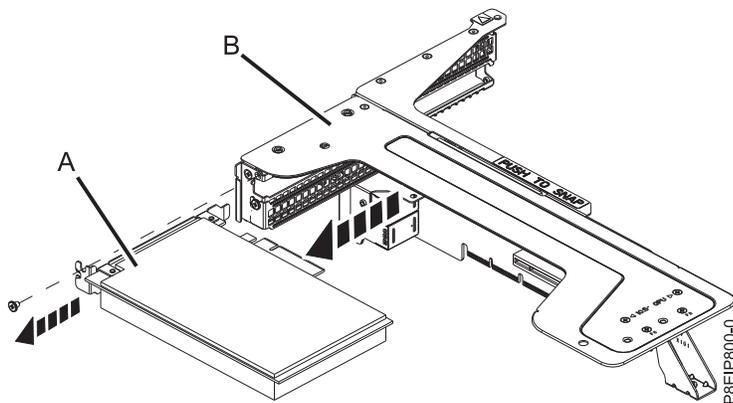

Figure 40. Retrait d'une carte dans la position 3 du connecteur de bus
- g. Déconnectez une carte (**A**) dans la position 3 du connecteur de bus de la carte PCIe (**B**) comme indiqué dans la figure 40.